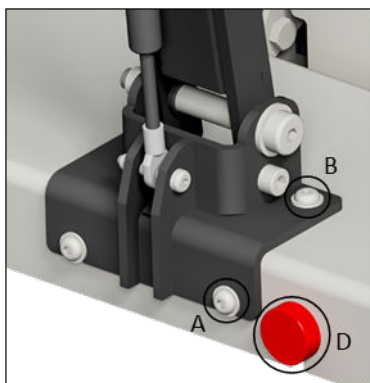

Figura 6. Installazione del manubrio e ricarica iniziale
1. Installare il manubrio avvitando innanzitutto le due viti inferiori (A) attraverso la staffa nel telaio di base, lasciando uno spazio di circa 10 mm. Posizionare il manubrio nella posizione corretta e serrare le viti (A). Successivamente, avvitare e fissare le due viti superiori (B). Vedere [Figura 6, «Installazione del manubrio e ricarica iniziale» \[23\]](#).
2. Collegare il connettore dell'unità di controllo proveniente dal manubrio al connettore del sistema di controllo elettrico situato nel telaio di base (C).
3. Caricare la batteria utilizzando il caricabatterie fornito tramite la presa (D).